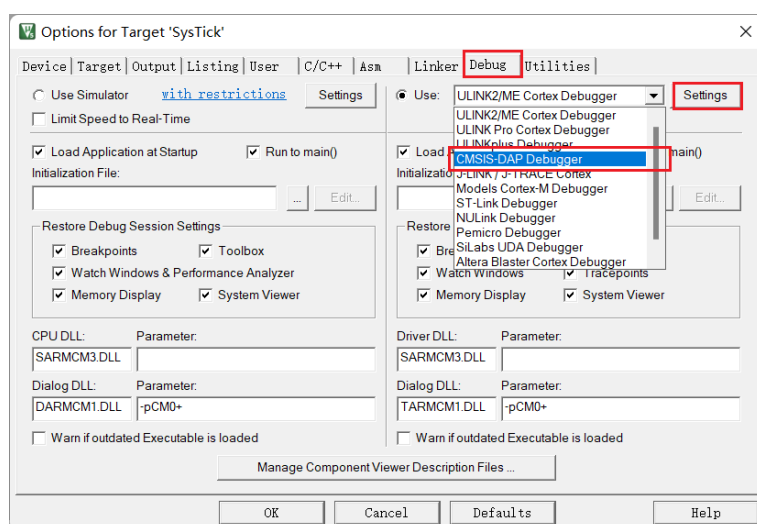

图 6
- b) 如图 6 在“Debug”选项下载选择仿真器为“CMSIS-DAP Debugger”后选择“Setting”。